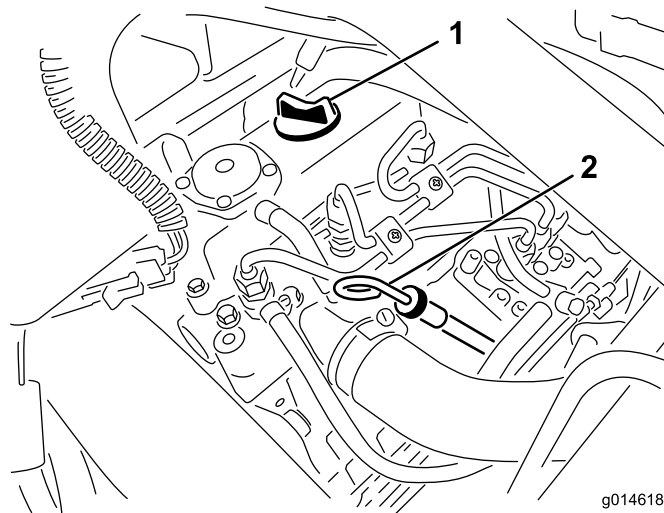

Figura 27
2. Togliete l'asta di livello ed asciugatela con un panno pulito (Figura 27). Inserite l'asta di livello nel tubo, assicurandovi che sia inserita fino in fondo. Estraiete l'asta di livello dal tubo e controllate il livello dell'olio. Se il livello dell'olio è basso, togliete il tappo di riempimento dal coperchio della valvola e versate **lentamente** una quantità di olio sufficiente ad alzarne il livello fino al segno di pieno (Full) sull'asta. Rabboccate lentamente l'olio e controllate spesso il livello durante questa operazione. **Non riempite troppo..**